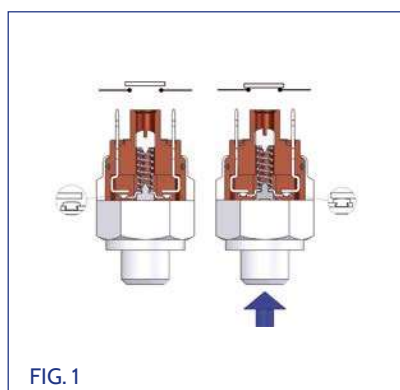
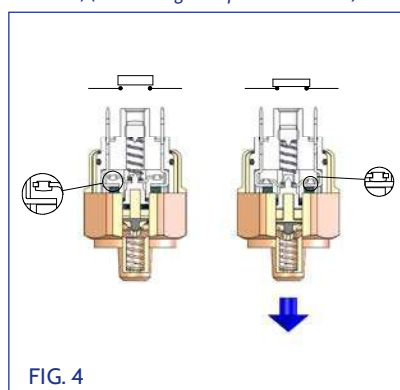

FIG. 1
FIG. 4
- Nella versione NORMALMENTE APERTA (N.O.) Fig. 1 (Fig. 4 per il vuoto), il contatto si presenta aperto, ossia non esiste passaggio di corrente in assenza di pressione. Al raggiungimento della pressione di taratura il contatto elettrico si chiude
- In the NORMALLY OPEN (NO) version shown in Fig. 1 (Fig. 4 for vacuum) the contact is open, i.e. no current flows through it in the absence of pressure. When the set pressure is reached, the electric contact closes.